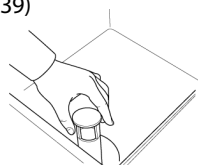

Abb. 39
- 6- Öffnen Sie die Tür und entfernen Sie den Überlauf. (Abb. 39)